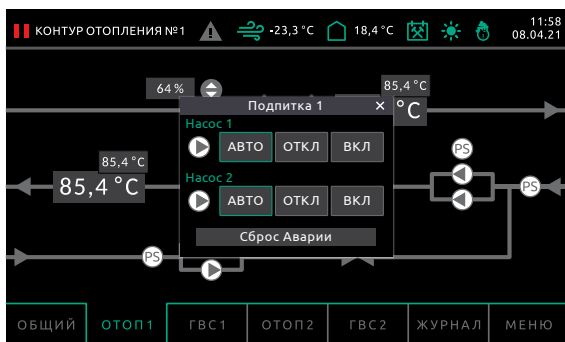

Рисунок 5.7 – Сброс Аварии
- При превышении заданного времени непрерывной работы насосы останавливаются, будет создано аварийное событие в Журнале событий. Напротив насосной группы появится соответствующий знак (см. таблицу 5.2). При нажатии на группу насосов появляется всплывающее окно с кнопкой сброса аварии насосов (см. рисунок 5.7).
Если хоть один из насосов остановлен по аварии, по нажатию на эту группу насосов отобразится всплывающее окно, в котором появится кнопка сброса аварии. Нажатие на кнопку сбросит аварию и позволит повторно запустить оборудование после устранения причины аварии (см. рисунок 5.7).